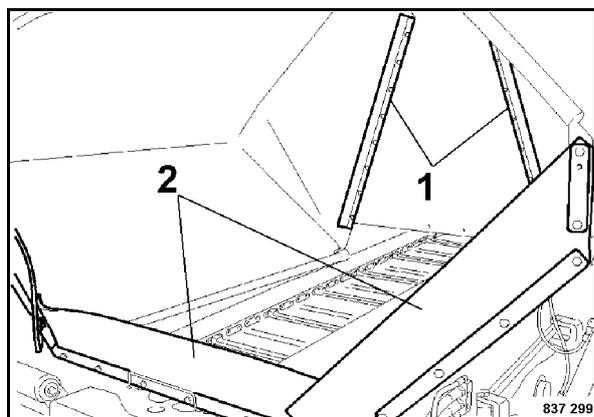

Fig. 217
- Controllare le condizioni e la regolazione dei raschiatori 1 (Fig. 217), eventualmente sostituirli oppure regolarli.
- Controllare le condizioni delle bavette di gomma (2), eventualmente sostituirle.